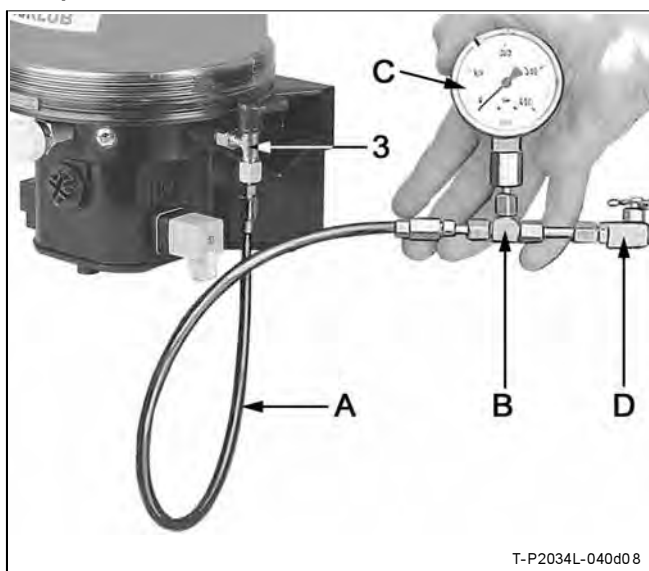

Fig. 9-4 Comprobar el funcionamiento de la válvula limitadora de presión
- empalmar el manómetro C (fig. 9-4) en la válvula limitadora de presión 3.